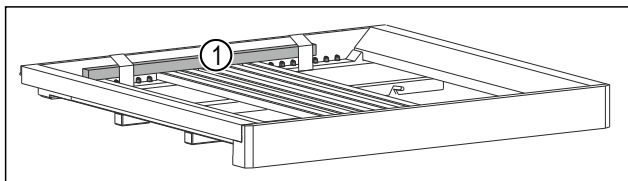

Fig. 6 *
- ▶ Wyciągnąć drewniany pręt Fig. 6 (1)*.